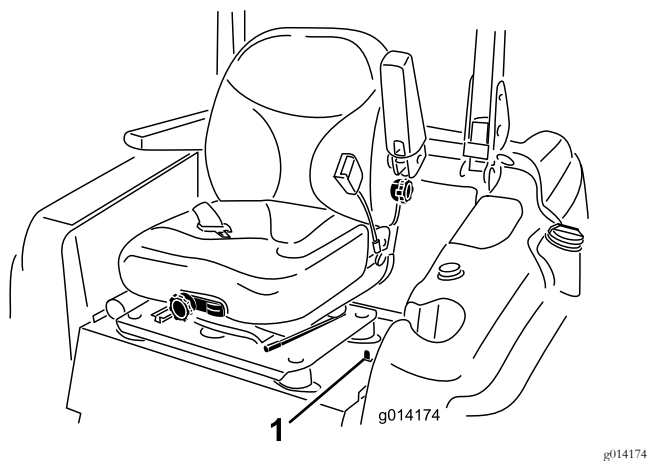

Figura 1
5. Mueva el enganche del asiento (situado en el lado izquierdo del asiento) hacia atrás para desenganchar el asiento, y tire hacia adelante de la parte superior del asiento hasta que se incline hacia adelante y toque el volante (Figura 1).